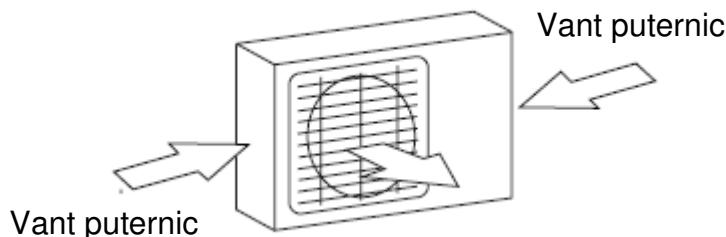

Fig. 5.1
- Daca se poate, asigurati-vă ca unitatea se află la o distanță suficientă de proprietatea vecinilor astfel încât zgomotul produs de unitate să nu-i perturbe. Dacă locul de instalare este expus vânturilor puternice (de exemplu, pe malul marii), unitatea trebuie așezată pe perete astfel încât să fie ferită de vânt. Dacă este cazul, folosiți un paravan din pață. (consultați Fig. 5.1 și 5.2)